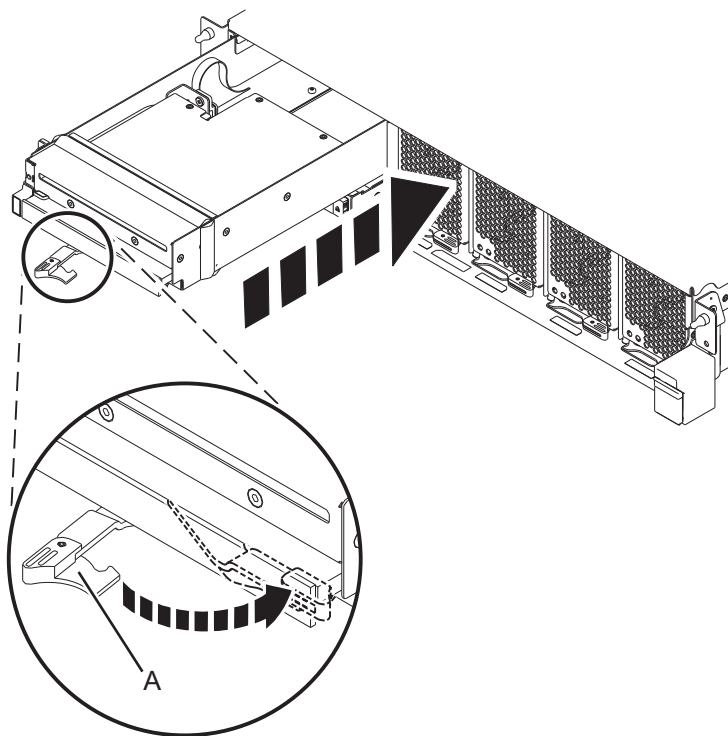

Figura 9. Instalar um Dispositivo de suporte Slimline numa unidade de controlo do sistema 9080-MHE, 9080-MME, 9119-MHE ou 9119-MME
- a. Certifique-se de que a pega do dispositivo de suporte Slimline (**A**) é rodada para a posição de abertura, tal como é demonstrado em Figura 9 na página 16.